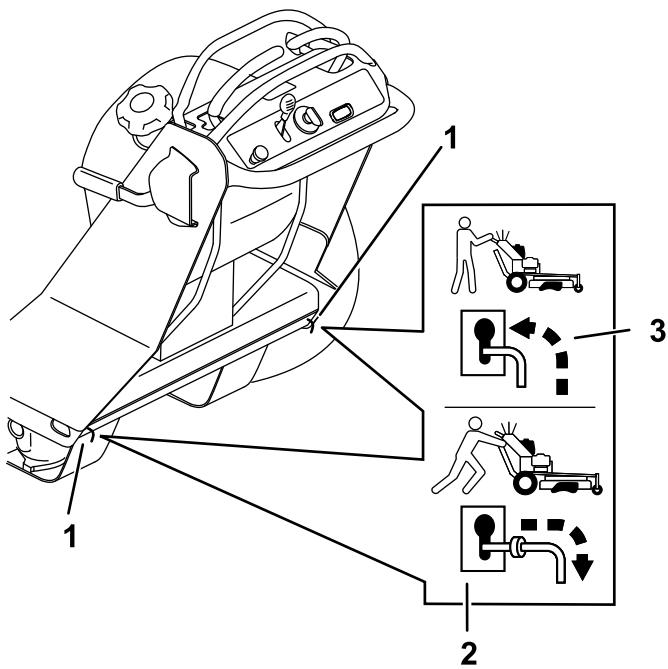

Figura 66
- Mueva ambas palancas de desvío hacia atrás a través del orificio y hacia abajo para bloquearlas en esa posición (Figura 66).
- Apague el motor y mueva las palancas de desvío hacia adelante a través del orificio y hacia abajo para bloquearlas en esa posición (Figura 66).